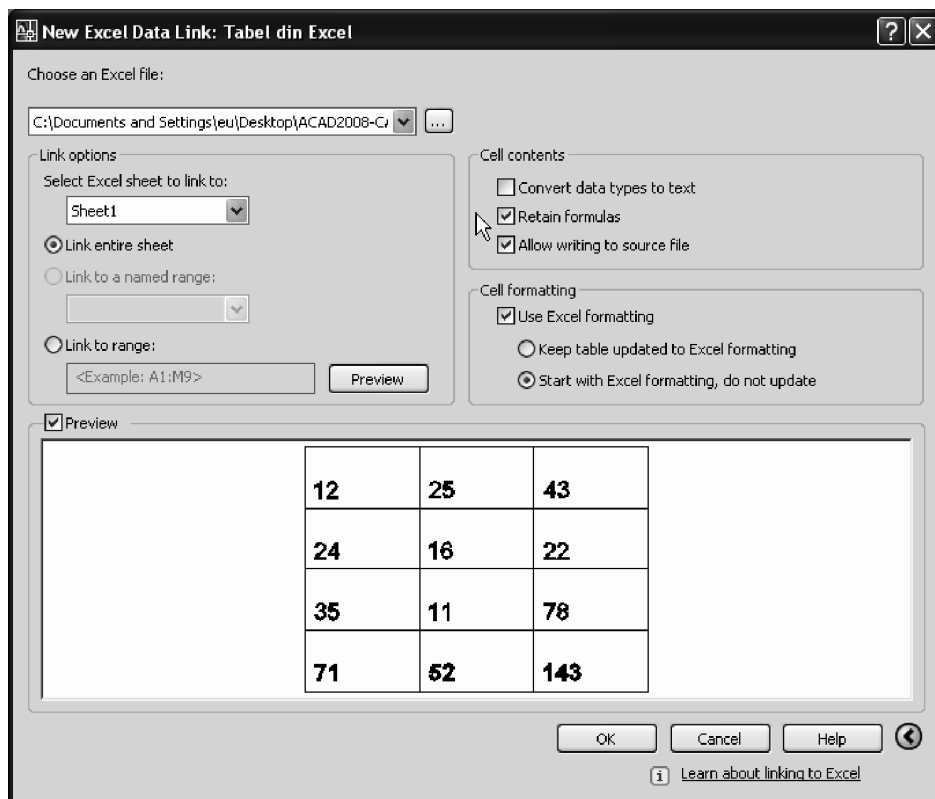

Fig. 6.50 Stabilirea legăturii cu baza de date
7. În cadrul ferestrei se poate previzualiza tabelul. De asemenea, fereastra afișează opțiuni referitoare la conținutul și formatarea celulelor. Astfel datele pot fi convertite în text, pot fi reținute formulele etc. Se bifează opțiunile: *Retain Formulas* și *Allow writing to source file* – vezi Fig. 6.50.